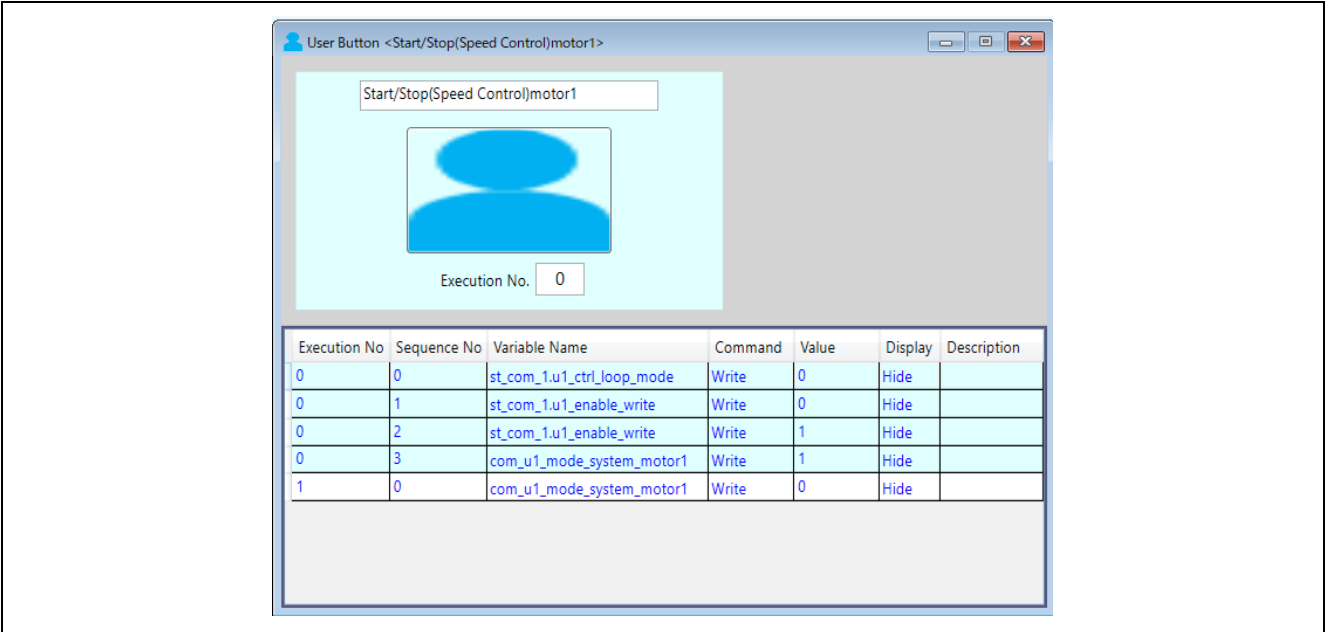

図 4-8 モータの駆動／停止
- 図 4-8 のように設定することで、ボタンを押すごとに駆動と停止が切り替わります。